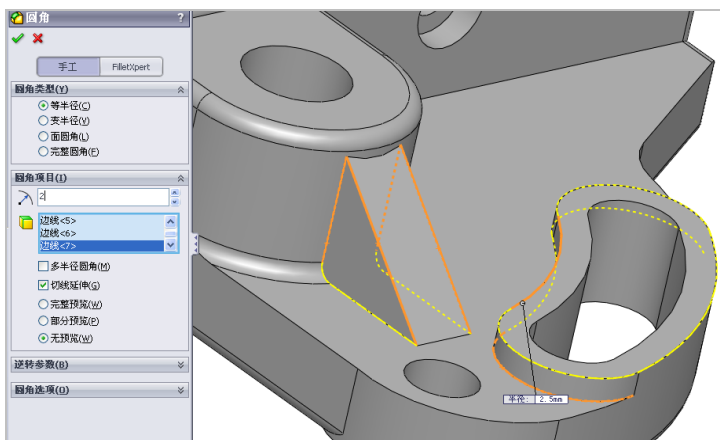

图 14-67 选择合适的边线
(3) 单击【圆角】按钮, 弹出【圆角】属性管理器, 设置【半径】为 2, 选择合适的边线, 如图 14-67 所示。